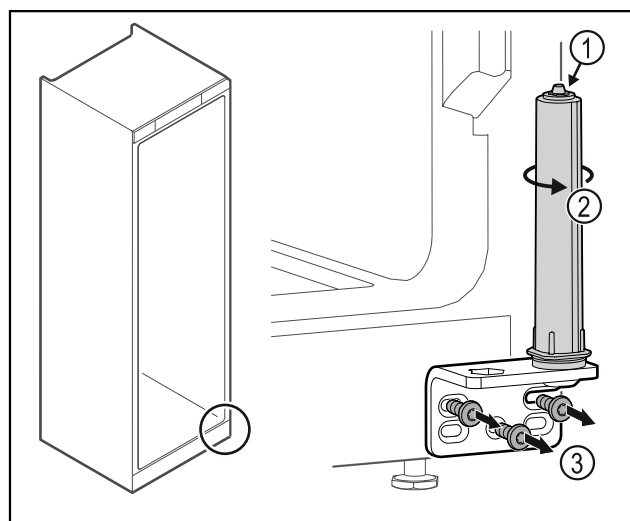

Fig. 21
- No desensamblar el sistema de cierre de la puerta Fig. 21 (1).
- Girar el sistema de cierre Fig. 21 (2) hasta que haga clic.
- Desatornillar la escuadra de bisagra Fig. 21 (3).